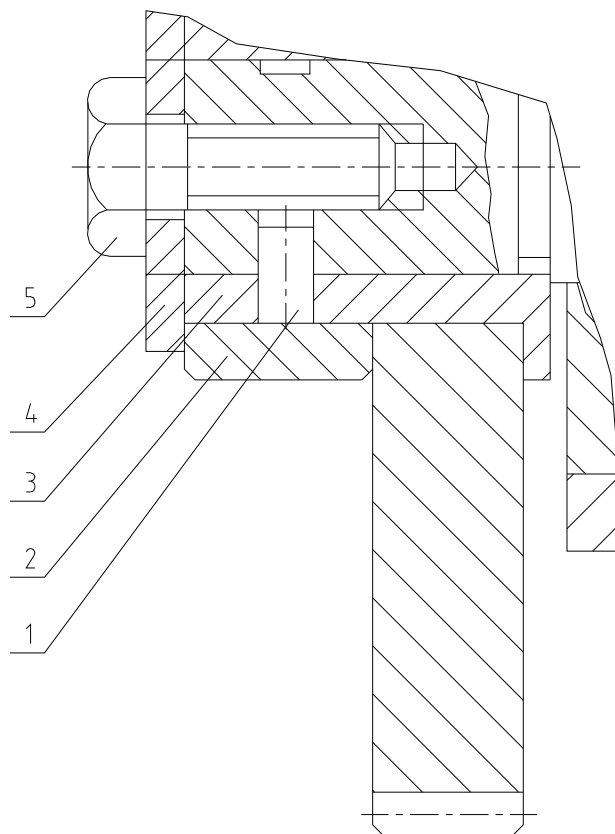

Рис.6-12
6.2.9. ЗАМЕНА ПРЕДОХРАНИТЕЛЬНОГО СРЕЗНОГО ШТИФТА ВХОДЯЩЕГО ВАЛА КОРОБКИ ПОДАЧ (См.Рис.6-12)